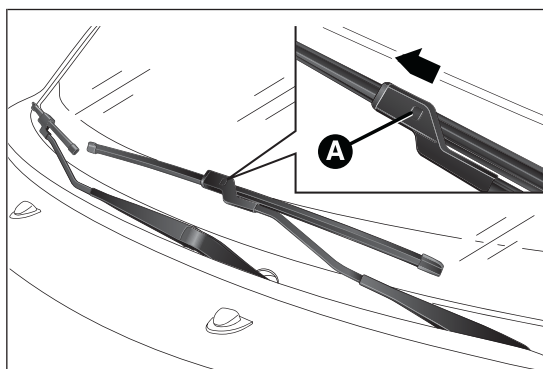

Abb. 221
- Heben Sie den Scheibenwischerarm an, drücken Sie die Lasche A Abb. 221 der Haltefeder und ziehen Sie dann das Wischerblatt vom Arm;